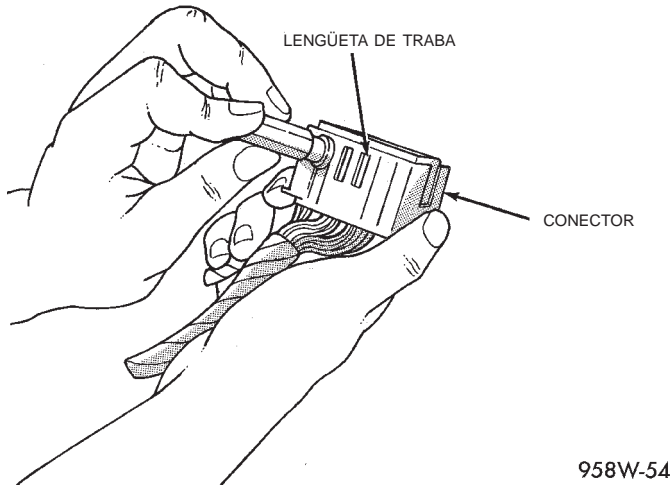

Fig. 15 Reparación de conector Augat
(1) Desconecte la batería.
(2) Desconecte el conector de su mitad y/o componente complementario.
(3) Presione hacia abajo en la lengüeta de traba del conector amarillo con el fin de liberar los terminales (Fig. 15).